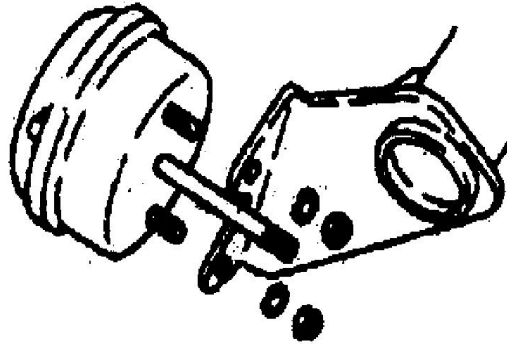

图 5-7
- e) 拆卸气室坚固螺母，从气室支架上拆下制动气室（图 5-7）；